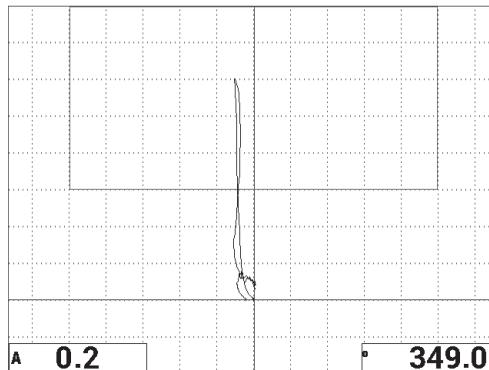

Abbildung 6-27 Erneuter Scan über die Ablösung
7. Scannen Sie erneut über die Ablösung von 13 mm (siehe Abbildung 6-27 auf Seite 153).